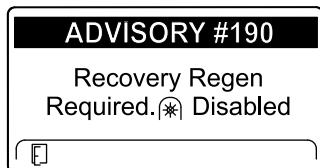

Figura 56
- Richiesta di rigenerazione di recupero – disabilitazione della presa di forza ADVISORY #190 (Figura 56)